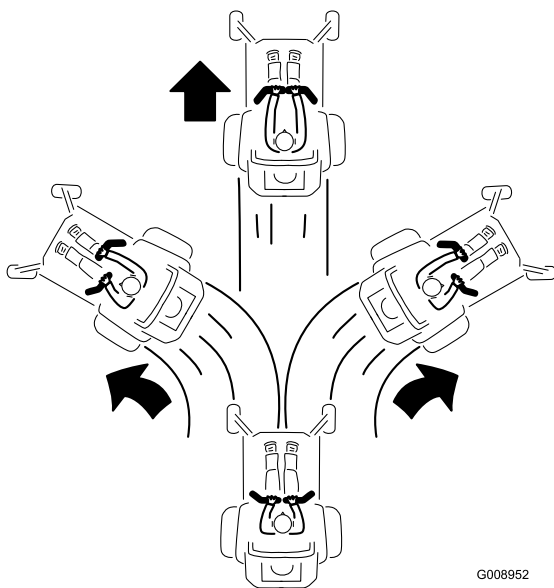

Figura 26
2. Pentru a vă deplasa în față, împingeți ușor manetele de control al micării în față (Figura 26).